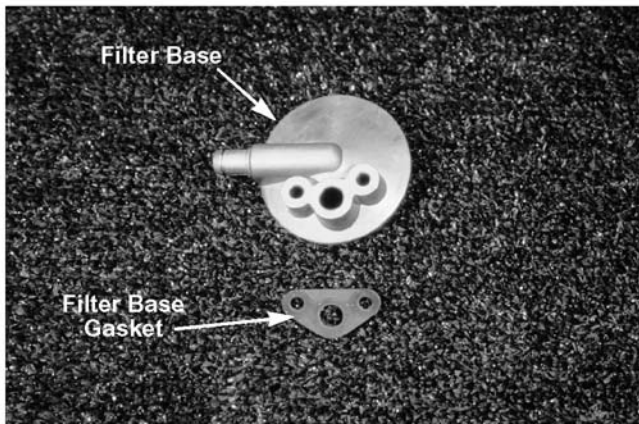

Figure 5-8.
- B. Filter base gasket. See Figure 5-8.